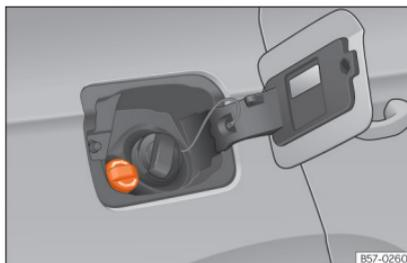

Abb. 224 Verschlussdeckel des AdBlue-Tanks
- Öffnen Sie die Tankklappe »» **Abb. 224**.
- Verschlussdeckel SCR-Einfüllstutzen nach links drehen »» **Abb. 224.**